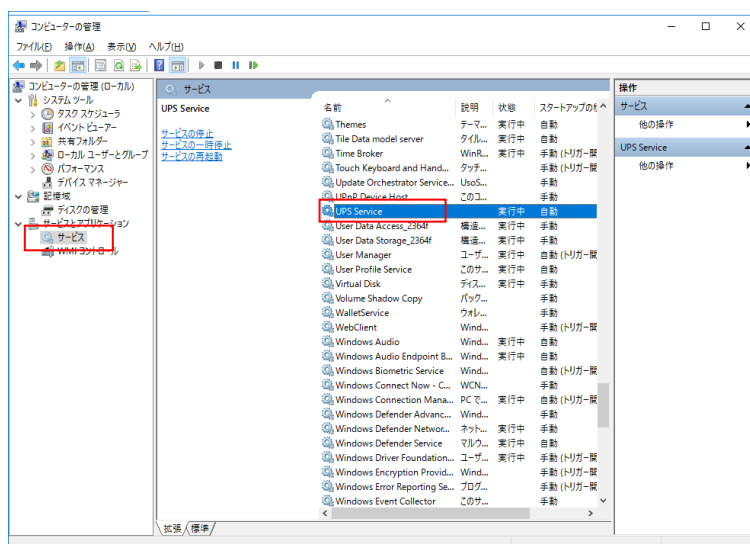

図 2-12-5-1. サービスの一覧
- ① コントロールパネルの「管理ツール」をダブルクリックしコンピューターの管理を開きます。
- ② 「サービス」をクリックし、サービスの一覧を開きます。(図 2-12-5-1)